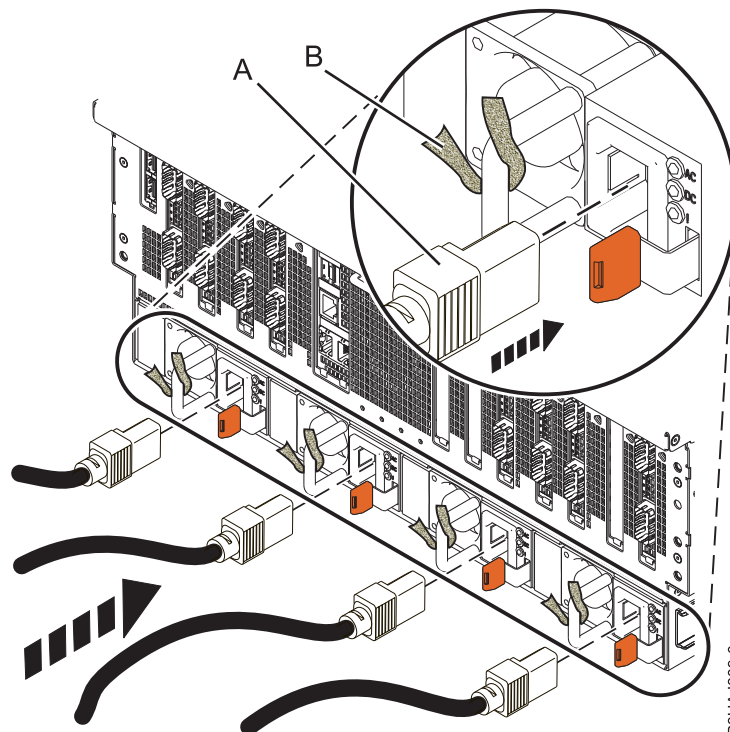

図 21. 電源コードのプラグの差し込みと、ファスナーを使用したケーブルの固定
- a. 電源コードのプラグを電源装置に差し込みます (A)。『24 ページの図 21』を参照してください。
- d. 図 21 に示すように、コードおよびケーブルを、ケーブル・タイまたは面ファスナーで固定します (B)。